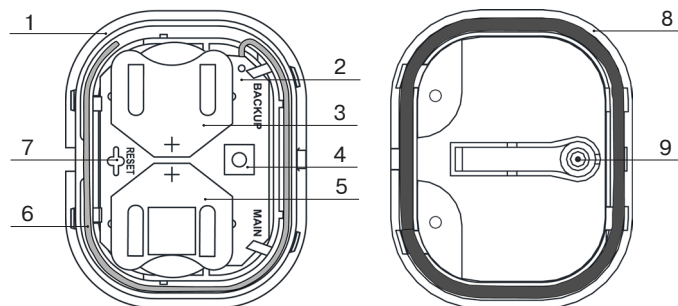

Рисунок 2 – Конструкция сигнализатора
6.2 В случае, если необходимо провести регистрацию сигнализатора в двуканальном режиме, на время регистрации зажмите и удерживайте датчик вскрытия (поз.4, рис.2). В противном случае датчик вскрытия должен оставаться в отжатом состоянии до завершения регистрации.
6.3 Соблюдая полярность, установите сначала резервную батарею в держатель (поз.3, рис.2), а затем основную батарею в держатель (поз.5, рис.2). При установленных батареях извлеките изоляторы.
Для контроля отрыва сигнализатор крепится к охраняемому предмету шурупом через вскрываемое крепежное отверстие (поз.9, рис.2).